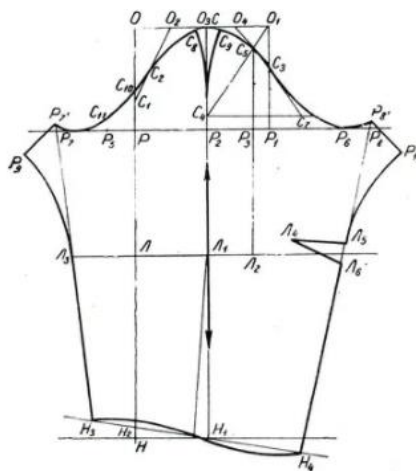

Рис.12.1- Чертёж рукава для квадратной проймы.
2. Используя чертёжные принадлежности, произвести построение чертежа конструкции рукава (рис.12.1).